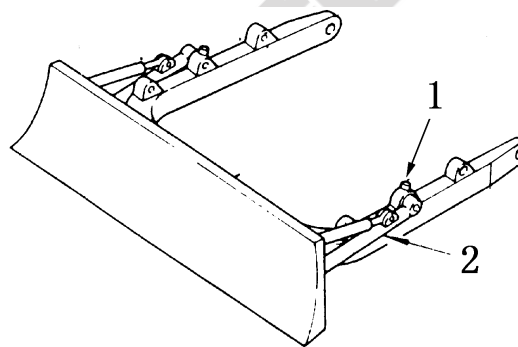

Figura 2-69
- 2) Saque las chavetas de ambos lados (1), deshaga el brazo de varil buldozer del armazón de arco (2) (figura 2-69)
- 3) Después de colocar la pala en cierto ángulo, ponga el brazo de varil buldozer (2) en su posición. (El armazón de varilla empujadora tiene tres patas en cada lado) y luego aplique las chavetas (1)